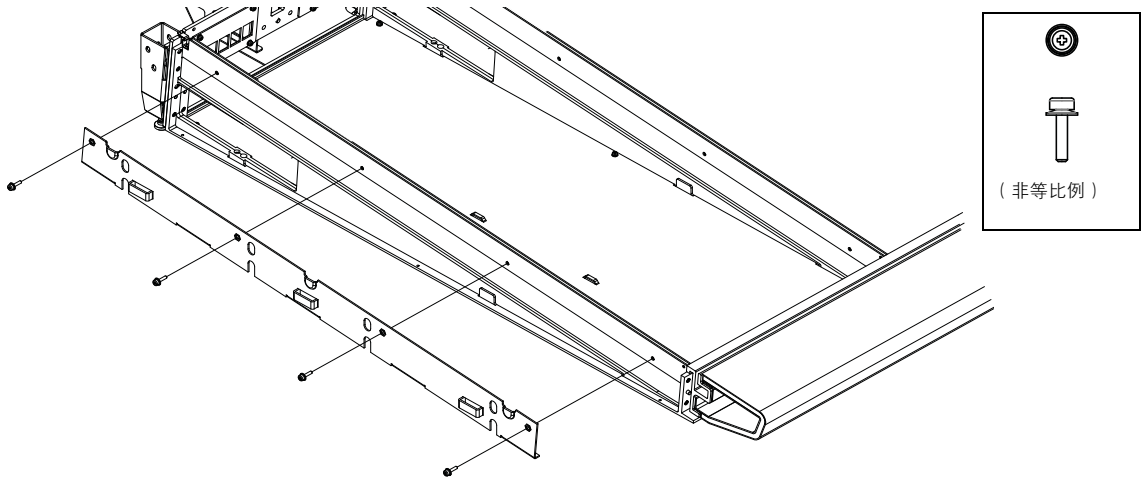

图 30 装配左侧面板安装板
- 2 使用随附的圆头十字螺钉将左侧安装板固定到机架左侧，并确保正确设定支架方位（见图 30）。